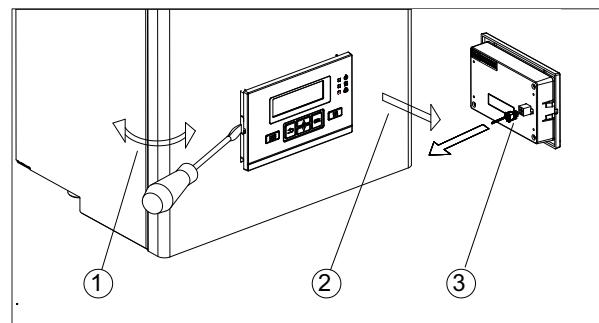
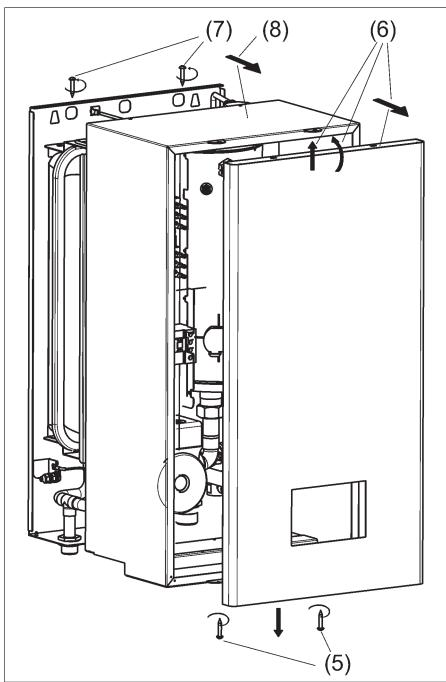

Рисунок 5. Снятие блока управления
Рисунок 6. Снятие лицевой панели и кожуха
**(1)** Аккуратно подденьте плоской отвёрткой место примыкания блока управления и лицевой панели (см. рис. 5).
**(5)** Открутите отвёрткой два самореза с нижнего торца лицевой панели (см. рис. 6).
6) Аккуратно снимите блок питания, лицевую панель, кожух при необходимости исключив возможность их повреждения (см. рис. 5, рис. 6).